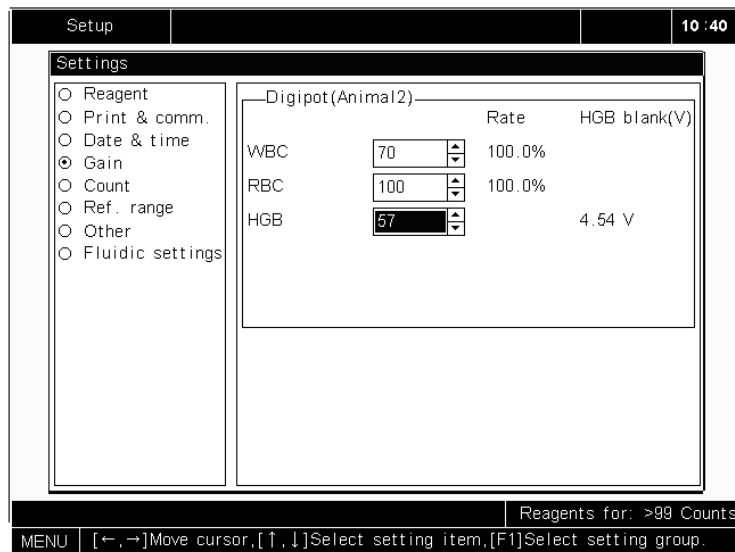

Abbildung 5-21 Einstellen der HGB-Schwelle
40. **GEBEN** Sie die gewünschte Schwelle so ein, dass die HGB-Leerwert-Spannung zwischen 3.4 und 4.8 V liegt, wie in Abbildung Abbildung 5-21 dargestellt.